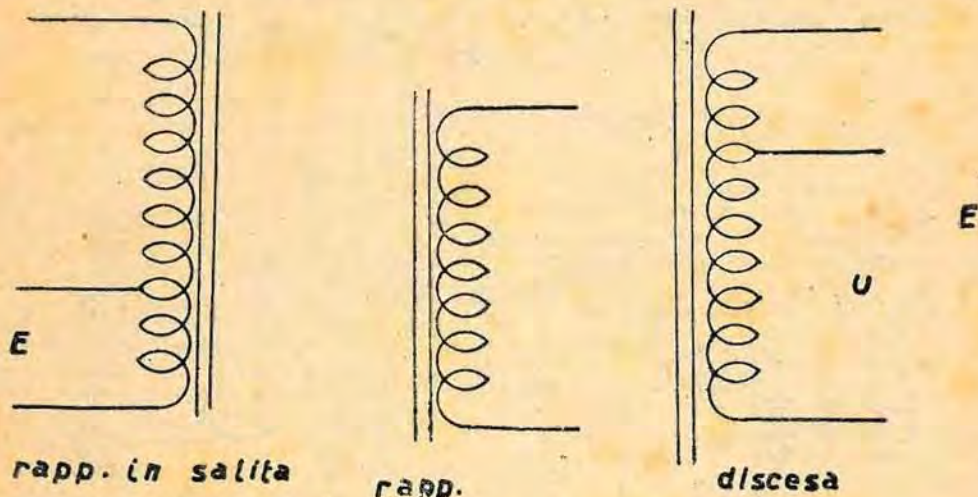

Fig. 2
(1) Sebbene non siano perfettamente di segno contrario possiamo considerarle tali.
noto che l'autotrasformatore come i ltrasformatore può funzionare nei due sensi (1).fig. 2
Riportandoci all'esempio di fig. 2 è chiaro che nel tratto B-C soltanto, scorrerà una corrente propria, mentre nel tratto A-B la corrente circolante sarà il risultato della somma algebrica delle due correnti induttrice ed indotta.